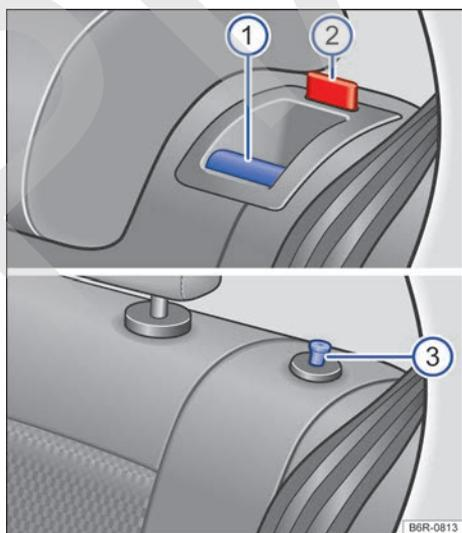

Fig. 80 Asiento trasero: tecla de desbloqueo (1); marca roja (2) o botón de desbloqueo (3).
- Tire de la tecla de desbloqueo → fig. 80 ① hacia delante o tire del botón de desbloqueo ③ hacia arriba y, al mismo tiempo, abata el respaldo hacia delante. Si el respaldo es de una sola pieza, habrá que tirar al mismo tiempo de las dos teclas de desbloqueo o de los dos botones de desbloqueo.
- El respaldo está desbloqueado cuando se ve una marca roja en la tecla de desbloqueo ②.